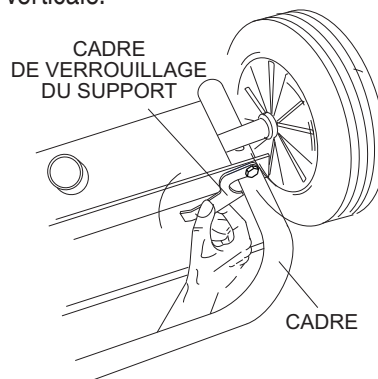

Figure 12. Pince de verrouillage du cadre
9. Avant de tenter de soulever le mélangeur, localisez la pince de verrouillage du cadre. Attachez la pince de verrouillage tel qu'indiqué à la Figure 12. Ceci empêchera le tambour du mélangeur de bouger lorsque le mélangeur est placé en position verticale.